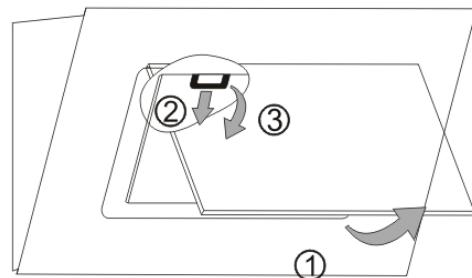

Рис. 7
- Снимите Вашу кухонную вытяжку так, как показано на Рис. 7